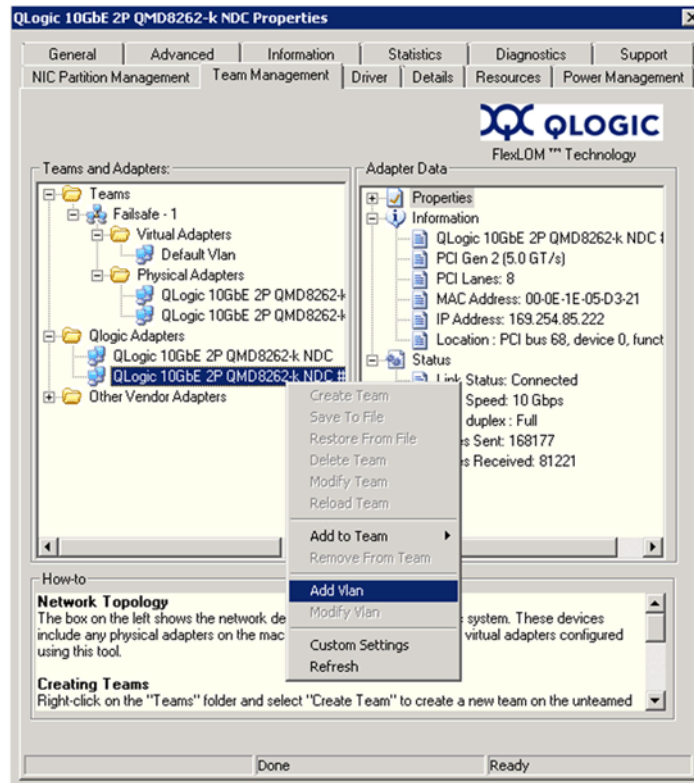

Abbildung 3-14. Hinzufügen eines VLANs
2. Klicken Sie im Kontextmenü auf **Add VLAN** (VLAN hinzufügen) (siehe Abbildung 3-14).